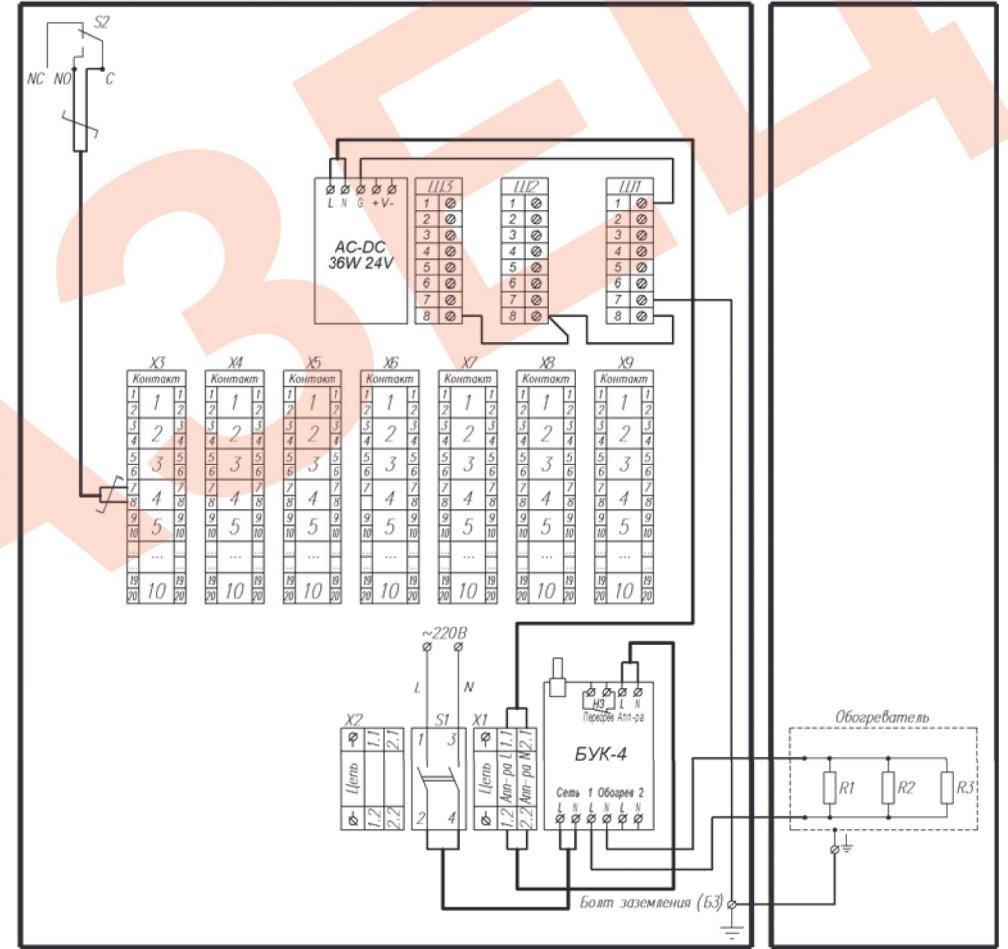

Рис.2 Схема электрическая принципиальная.
Подключение цепей термошкафа производится в соответствии со схемой электрической принципиальной (рис.2). Для подключения необходимо:
2. Подключить кабель питания видеокамеры к AC/DC преобразователю, соблюдая полярность (рис.2).